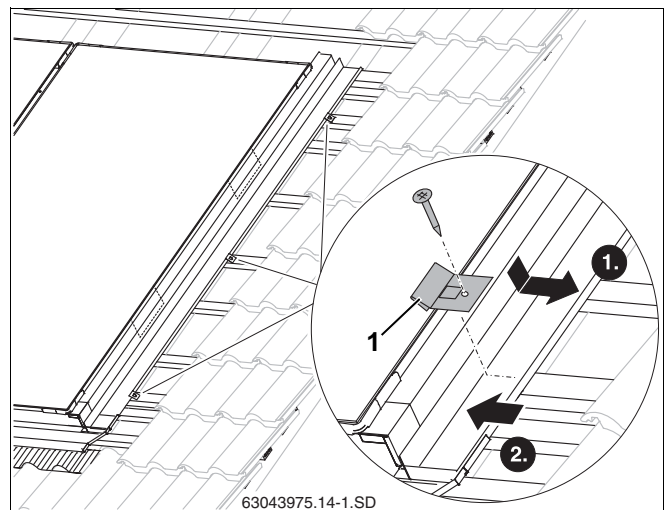

Fig. 49 Sikring af dækpladen på siden
- ▶ Læg klammerne (fig. 49, **pos. 1**) i kanten på dækpladen.